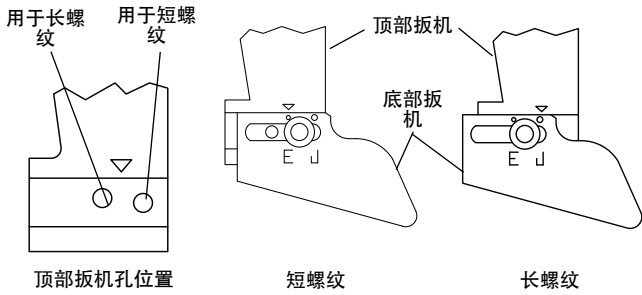

图18 – 调节螺纹长度
2. 对于较短的螺纹，将底部扳机向机器主轴方向移动。对于较长的螺纹，使其远离主轴（参见图18出厂设置）。远东地区喜欢使用长螺纹，欧洲喜欢使用短螺纹。根据需要进行设置。